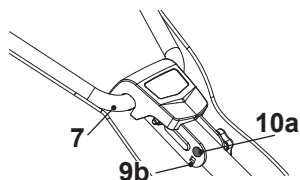
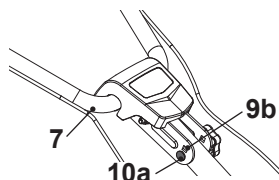

Fig. 12A, Posição superior
Fig. 12B, Posição inferior
4. Oscile a barra do manípulo superior (7) para a posição superior (fig. 12A) ou inferior (fig. 12B), alinhe os orifícios de posicionamento desejados (9b) para montar a barra do manípulo superior (7).